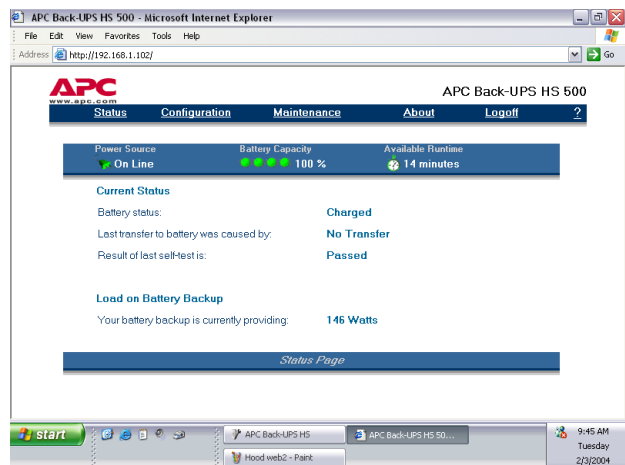

Abbildung 13. Statusbildschirm für die Back UPS HS 500
12. Bevor Sie USV-Wartungsfunktionen benutzen, sollten Sie den Betriebszustand der USV prüfen, indem Sie auf das Link **Status** klicken. Daraufhin erscheint der in Abbildung 13 gezeigte Bildschirm.